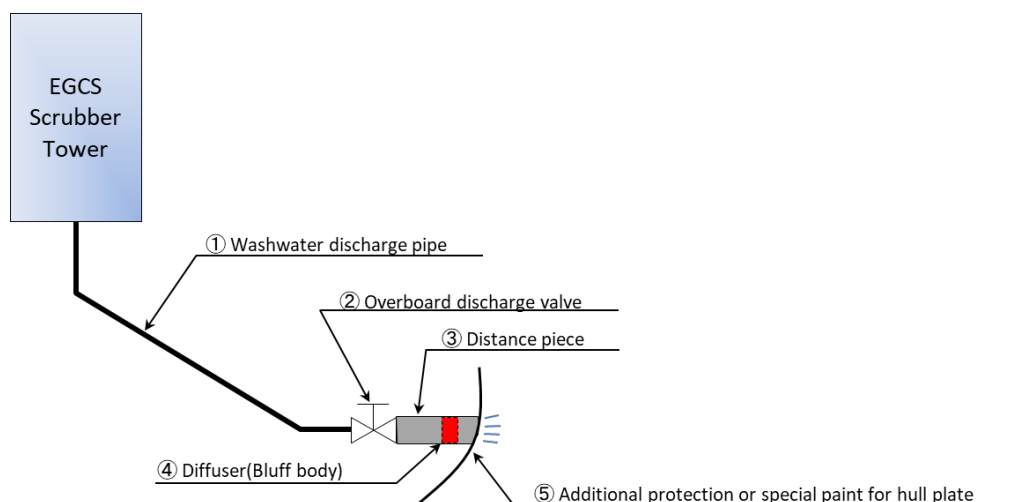

図 1 SOx スクラバー排水管系統
先の TEC-1205 にてお知らせしましたように、弊社船級船において、SOx スクラバー排水管系統に取り付けられている船体付きディスタンスピースが腐食損傷し、機関室内に海水の漏洩が発生した事例が確認されております(図 1 中③参照)。引き続き同様の事例が報告されていることから、あらためて注意喚起と情報提供を目的として本テクニカルインフォメーションを発行する次第です。